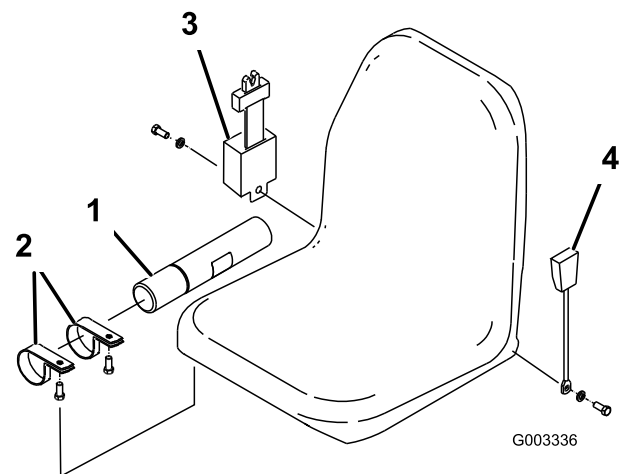

図 3
1. Rクランプ (付属部品 ; 2個) を使用して、マニュアル保管チューブをシート・サスペンションに取り付ける (図 3)。
2. ボルトとロック・ワッシャ（付属部品）を使用して、運転席両側にシートベルトを取り付ける（図 3）。シートベルトは、バックル側を座席の左に、巻き上げ部を右に取り付ける。